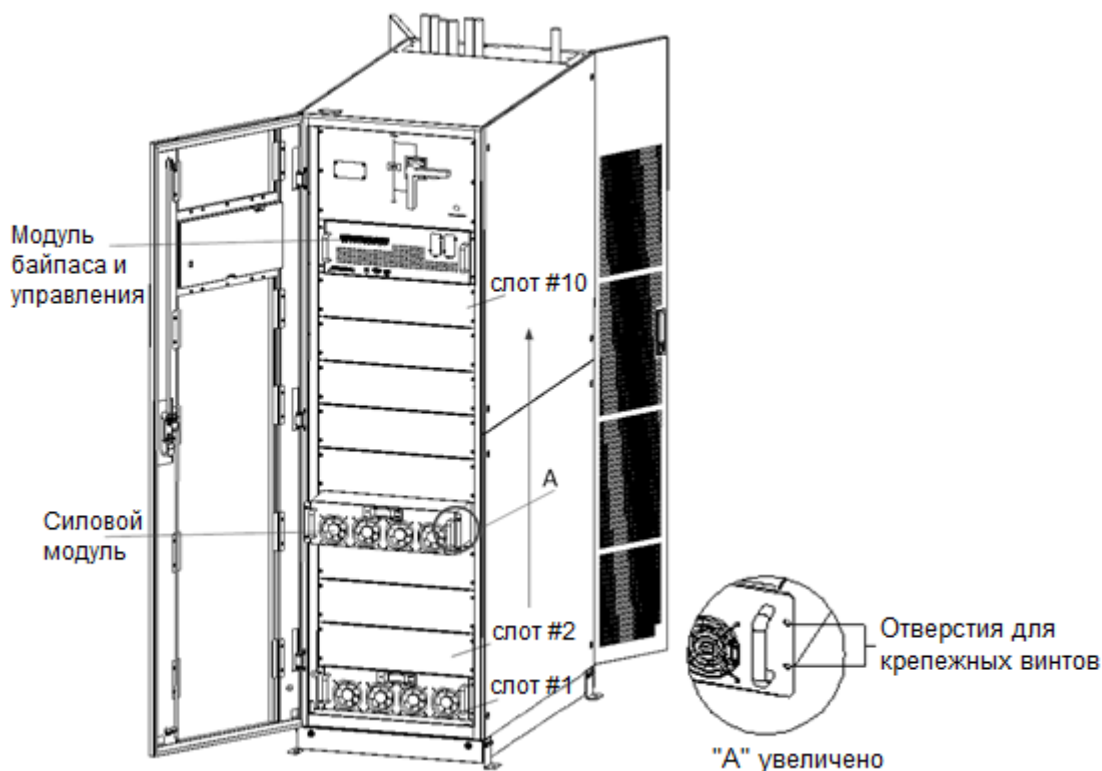

Рис.2-6 Установка силовых модулей
Силовые модули ИБП следует устанавливать снизу вверх, чтобы предотвратить наклон или деформацию корпуса из-за смещения центра тяжести ИБП вверх. Установка силовых модулей показана на Рис.2-6. Процедура установки силовых модулей описана ниже на примере ИБП 300 кВА:
4. Зафиксируйте модуль крепежными винтами по бокам передней панели (см. правую часть Рис.2-6).